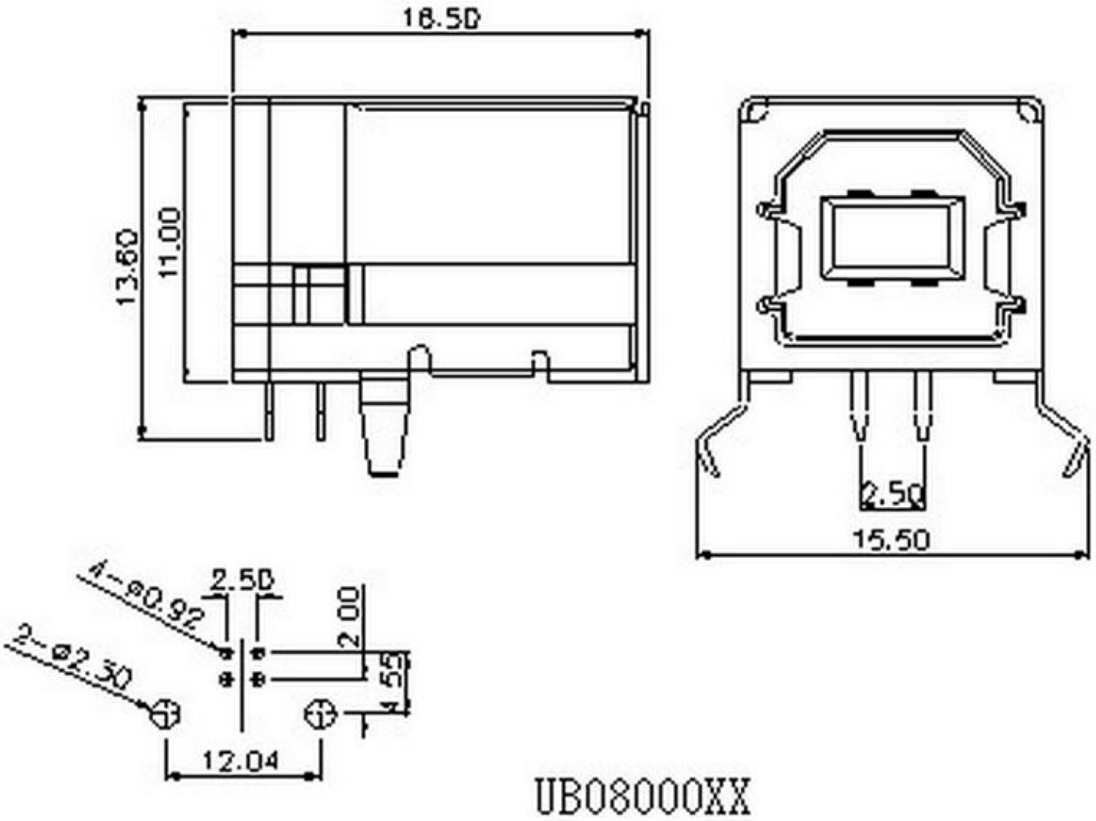

图 2
- 2、在 PCB 库文件 cdylib.PcbLib 中根据图 2 给出的相应参数创建 USB 接口的 PCB 封装，命名为 USB-B-4P-H，并在生成电路板中调用。（注：设计单位为 mm）；